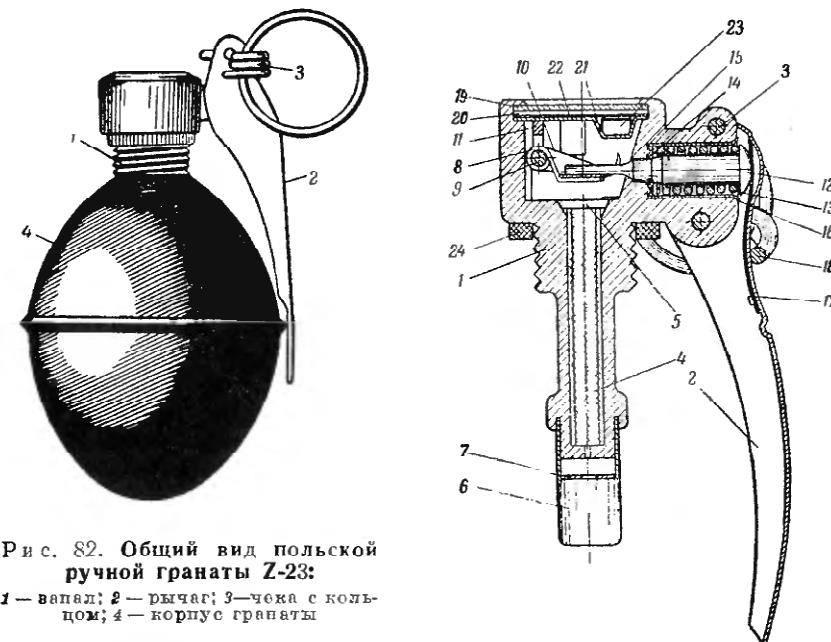

Рис. 82. Общий вид польской ручной гранаты Z-23:
1. Польская ручная осколочная граната Z-23 (рис. 82)